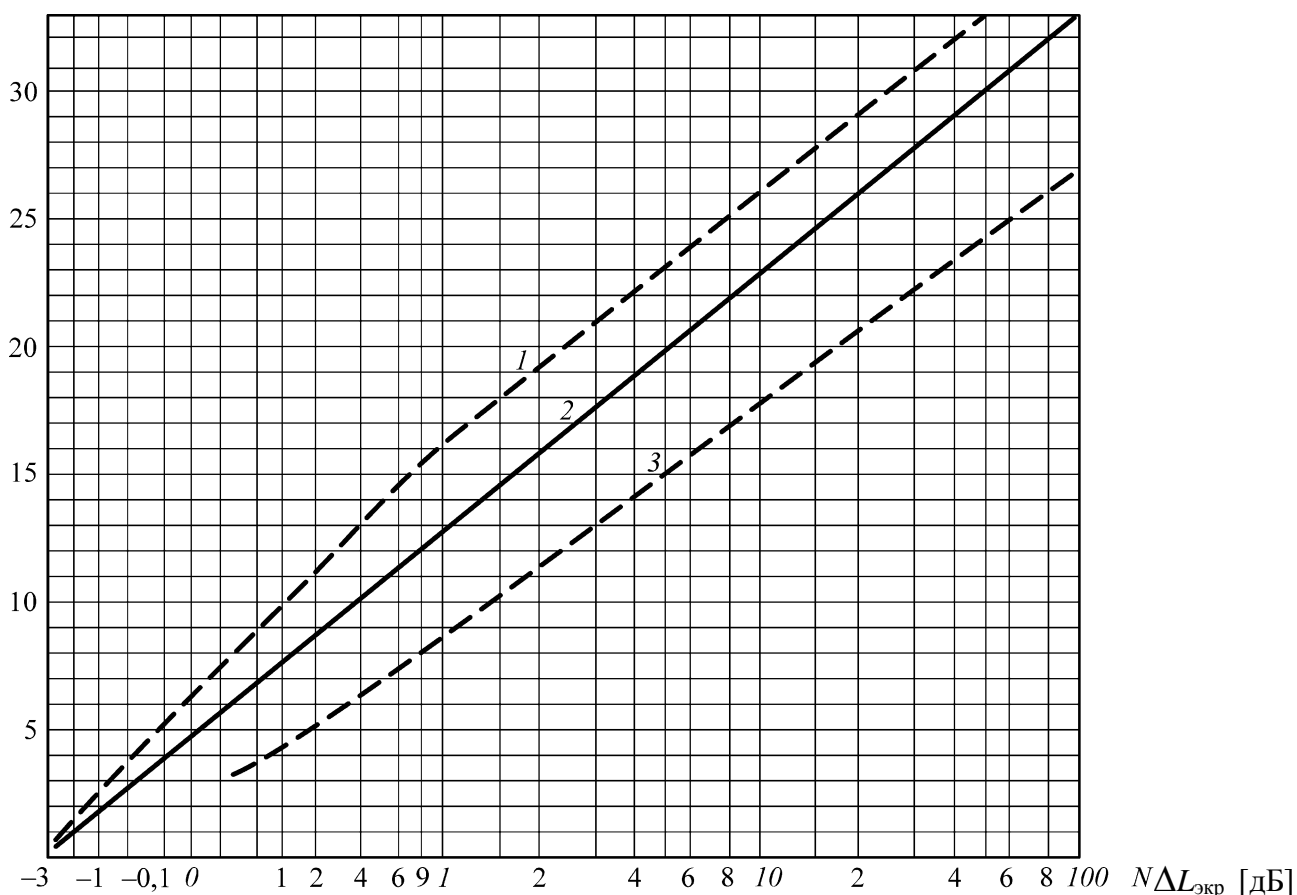

Рис. 1.1. Зависимость снижения уровня звукового давления от числа Френеля
4. Найти по диаграмме (рис. 1.1) снижение уровня звукового давления экраном, $\Delta L_{\text{экр.}}$.